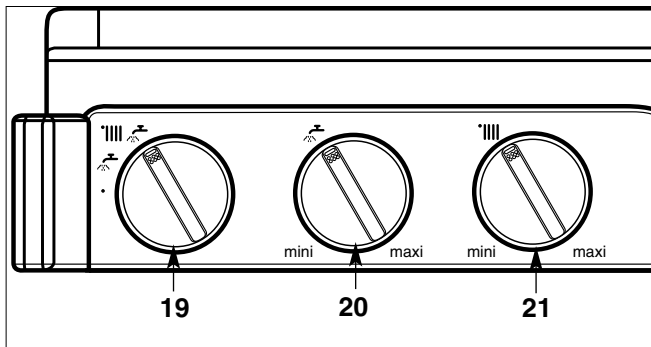
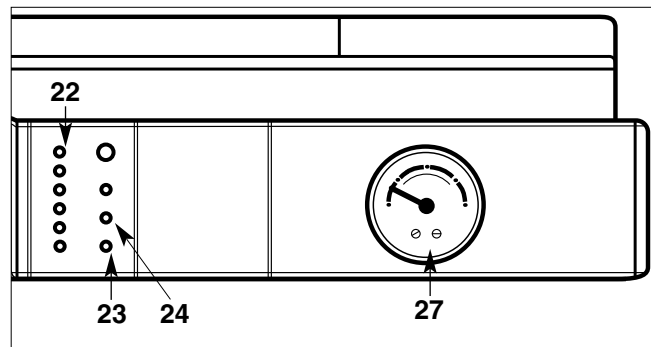

Fig. 23
Fig. 24
- Placez le commutateur "19" (fig. 23) en position « III 🔥 » voyant vert "23" allumé ; le voyant orange "24" (fig. 24) s'allume chaque fois que le brûleur entre en fonction.
Le bouton de réglage du chauffage "21" « III » (fig. 23) donne la possibilité d'ajuster la température de l'eau du circuit de chauffage en fonction des besoins saisonniers.
L'indicateur "22" 🌡️ (fig. 24) affiche cette température.
- Placez le commutateur "19" en position arrêt « ● », extinction du voyant vert "23" (fig. 24).
Ne pas oublier de le rouvrir en début de saison de chauffage, lorsque l'on replace le commutateur "19" (fig. 23) en position « III 🔥 ».